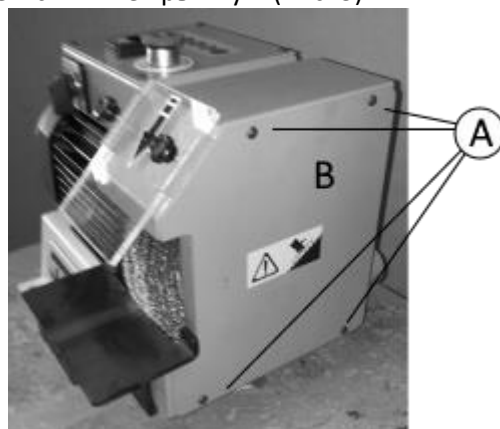

Рис.3
1. При помощи ключа открутите винты A (Рис. 3). И затем снимите крышку B (Рис. 3).